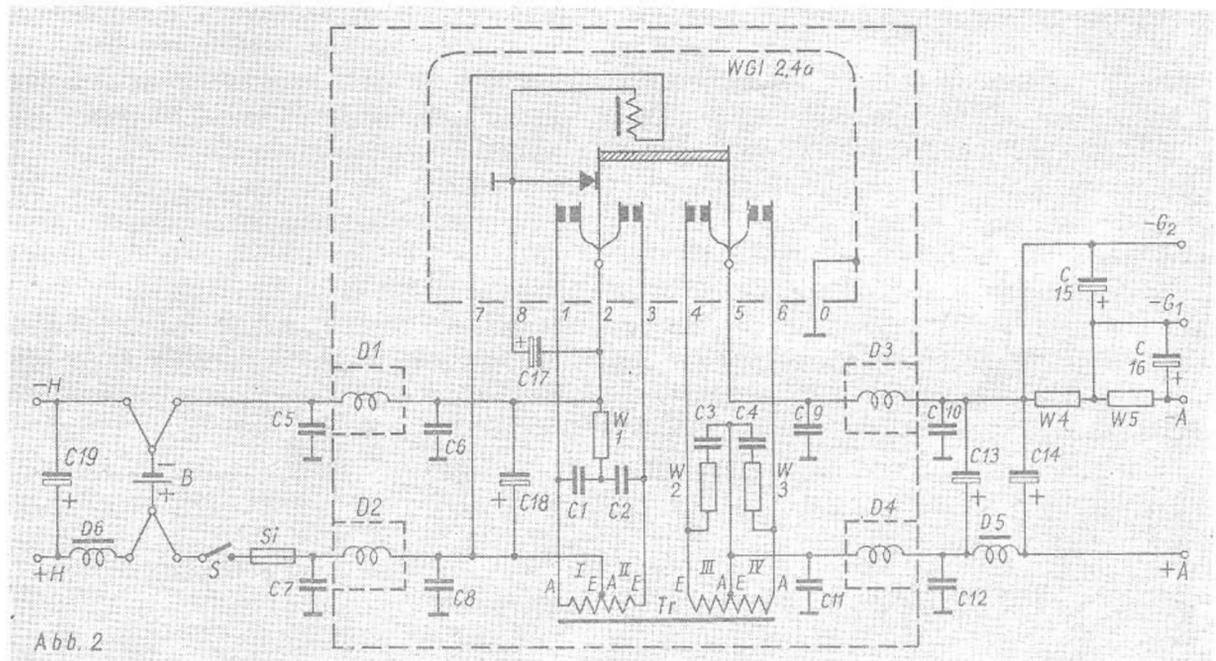

Abb. 2
$Tr$  für Gerät nach Schaltung Abb. 2, das beispielsweise primär für 2 (2,4) Volt, sekundär für ca. 110 (135) Volt bei 15 mA ausgelegt sei:
Bei den Schaltungen der Abb. 2 und 3, bei denen die Primär- und Sekundärwicklungen mit Mittelanzapfungen versehen sind, wird an jede Wicklungshälfte die volle Batteriespannung gelegt. Die errechneten Windungszahlen gelten infolgedessen jeweils für eine Wicklungshälfte und sind primär- und sekundärseitig zu verdoppeln.